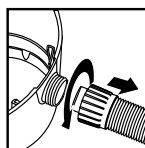

FIGURE 21
30. Dévissez l'écrou autobloquant du tuyau et retirez le tuyau de l'admission. **FIGURE 21.**